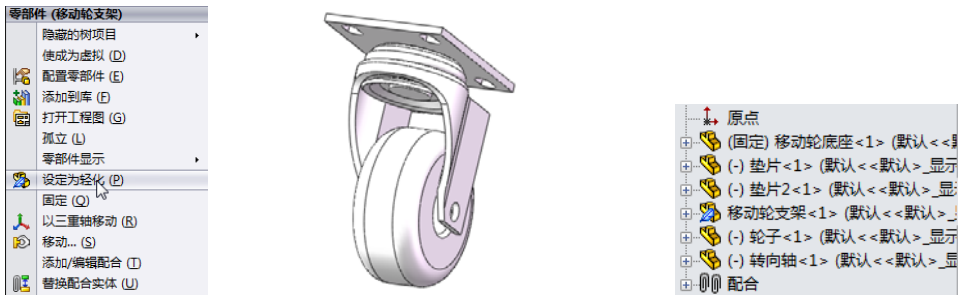

图 7-95 系统快捷菜单 图 7-96 轻化后的装配体 图 7-97 轻化后的“FeatureManager 设计树”
(1) 选择需要轻化的零件。在“FeatureManager 设计树”中或者图形区域中，右键单击需要轻化的零件，此时系统弹出如图 7-95 所示的系统快捷菜单。